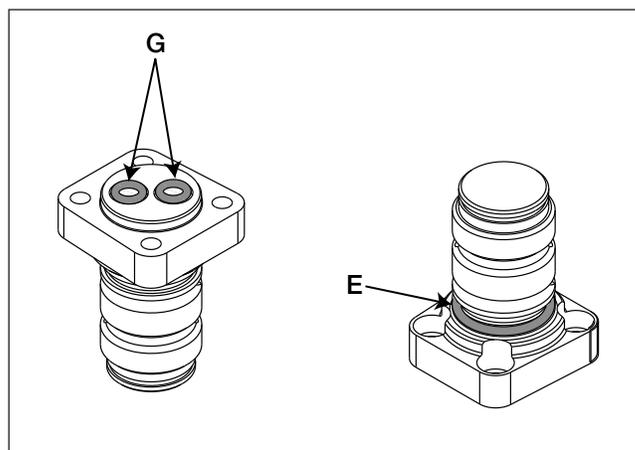

Рис. 2. Установка уплотнительного кольца, ось шарнирного соединителя
5. Снимите старое уплотнительное кольцо E с оси F шарнирного соединителя и замените его новым уплотнительным кольцом E из приобретенного комплекта. Перед установкой нанесите на уплотнительное кольцо силиконовую смазку. Место установки кольца показано на рис. 2.
4. Установите два новых уплотнительных кольца в порты на основании новой оси F шарнирного соединителя. Место установки колец показано на рис. 2.
- Установите новое уплотнительное кольцо E для оси соединителя, входящее в комплект. Перед установкой нанесите на уплотнительное кольцо силиконовую смазку. Место установки кольца показано на рис. 2.